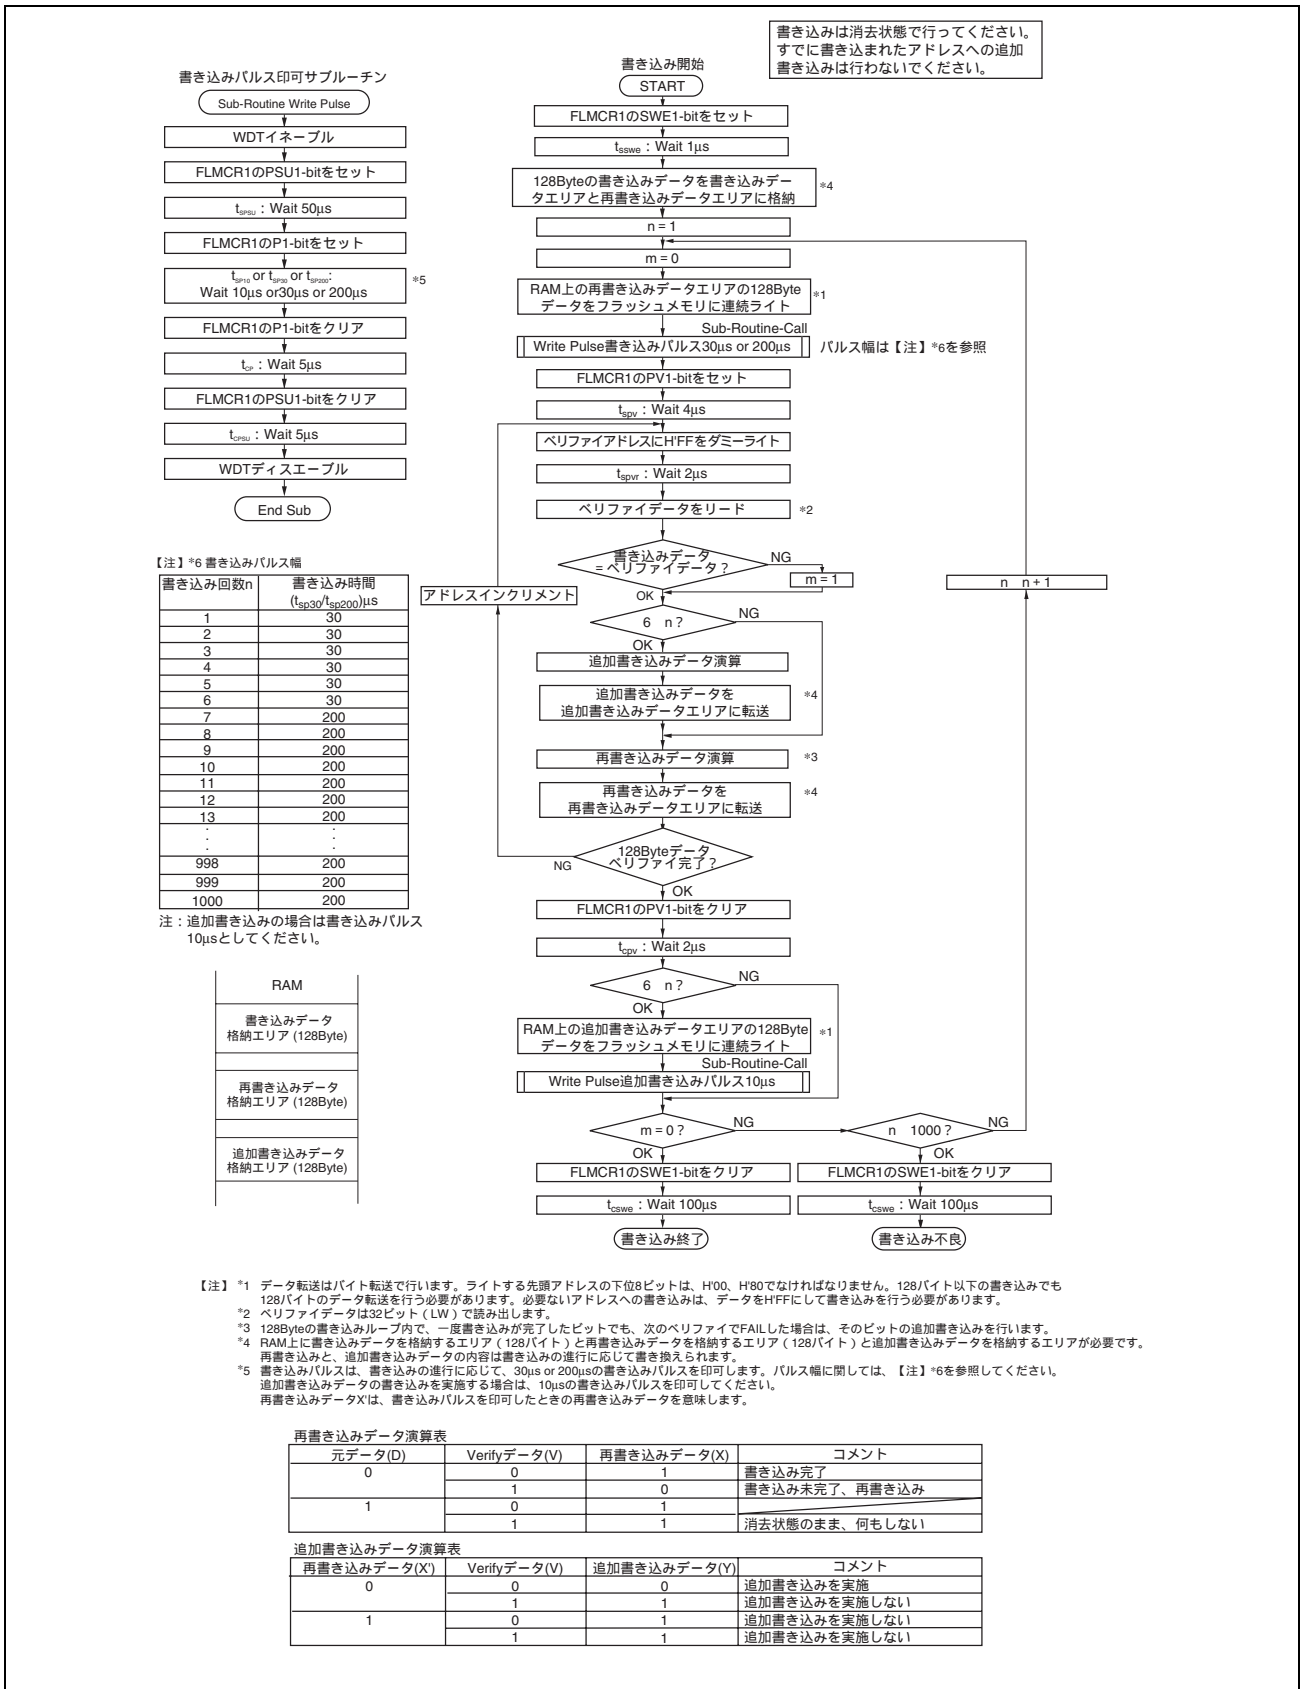

図 15.14 プログラム/プログラムペリファイフロー
フラッシュメモリへのデータ / プログラムの書き込みを行う場合は、図 15.14 に示すプログラム / プログラムベリファイフローチャートに従って行ってください。このフローチャートに沿って書き込み動作を行えば、デバイスへの電圧ストレスやプログラムデータの信頼性を損なうことなく、フラッシュメモリへデータ / プログラムの書き込みを行うことができます。また、1 回の書き込みは、128 バイト単位で行ってください。
一定の書き込み時間経過後、書き込みモードを解除（FLMCR1 の P1 ビットを 0 にクリア後、(t_{cp}) μ s 以上の時間が経過してから PSU1 ビットを 0 にクリア）します。ウォッチドックタイマを (t_{cpsu}) μ s 以上の時間が経過してから解除し、FLMCR1 の PV1 ビットをセットすることで、動作モードはプログラムベリファイモードへ遷移します。プログラムベリファイモードでは、読み出す前に読み出すアドレスにデータ H'FF をダミーライトしてください。ダミーライトは (t_{spv}) μ s 以上の時間が経過してから行ってください。この状態でフラッシュメモリを読み出す（ベリファイデータは 16 ビットで読み出す）とラッチしたアドレスのデータが読み出されます。このリード動作は、ダミーライト後、(t_{spr}) μ s 以上おいてから行ってください。次に書き込みデータとベリファイデータを比較し、再書き込みデータを演算（図 15.14 参照）し、再書き込みデータを再書き込みデータエリアに転送します。128 バイト分のデータのベリファイが完了後、プログラムベリファイモードを解除し、(t_{cpv}) μ s 以上の待機時間を置いて、FLMCR1 の SWE1 ビットを 0 にクリアしてください。再度書き込みが必要な場合は、再度プログラムモードに設定し、同様にプログラム / プログラムベリファイシーケンスを繰り返してください。ただし、同一ビットに対するプログラム / プログラムベリファイシーケンスの繰り返しは、(N) 回を超えないようにしてください。